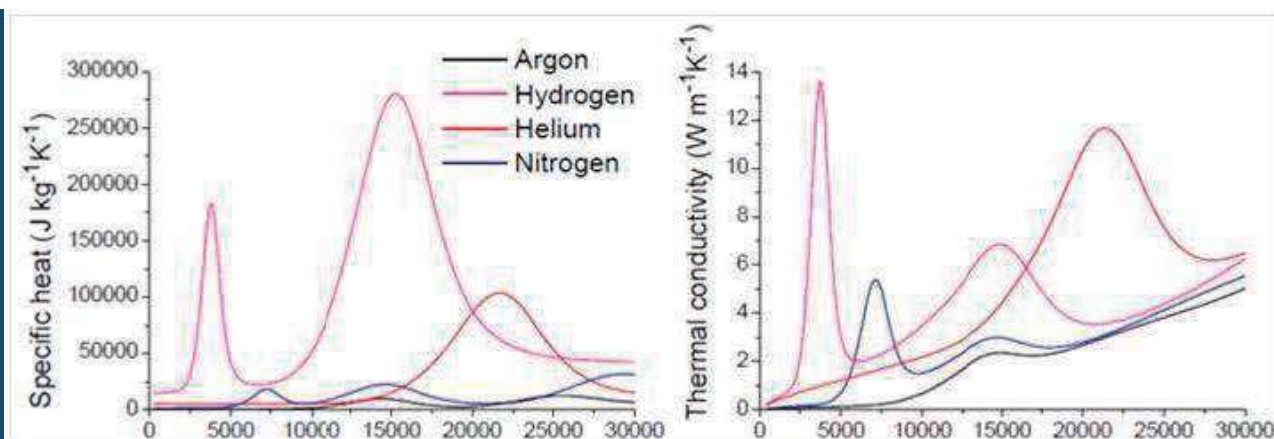

Figura 1: Calor específico y conductividad térmica de diferentes gases en función de la temperatura
- Conductividad térmica (Figura 1) mayor que la del argón y con él se genera un arco de plasma en el que la energía se distribuye de un modo más homogéneo. Esta diferencia afecta fuertemente al perfil del cordón de soldadura produciendo un cordón de soldadura ancho, profundo y parabólico.